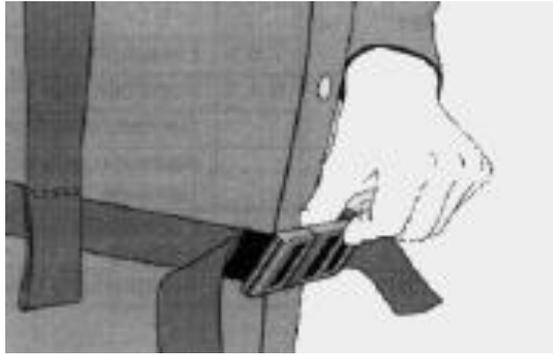

Figura 21
- Apertar a tecla de abertura do fechamento do cinto abdominal e abrir a fivela. (Figura 21)